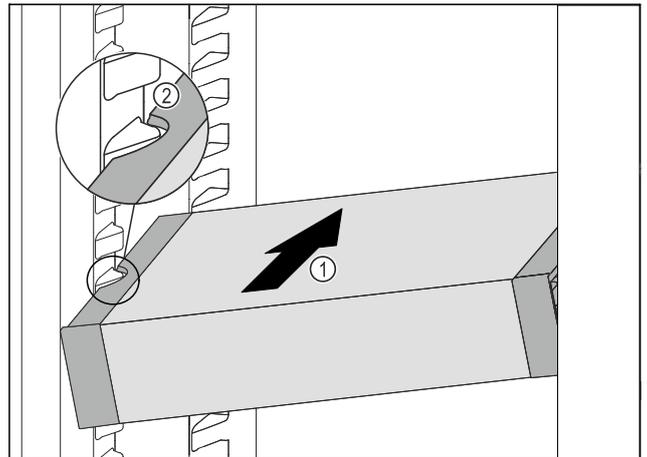

Fig. 78
- ▶ Inserte el VarioSafe en el compartimento frigorífico en ángulo Fig. 78 (1), hasta que las cavidades laterales Fig. 78 (2) del VarioSafe estén al mismo nivel que la ranura del recipiente en el compartimento frigorífico.